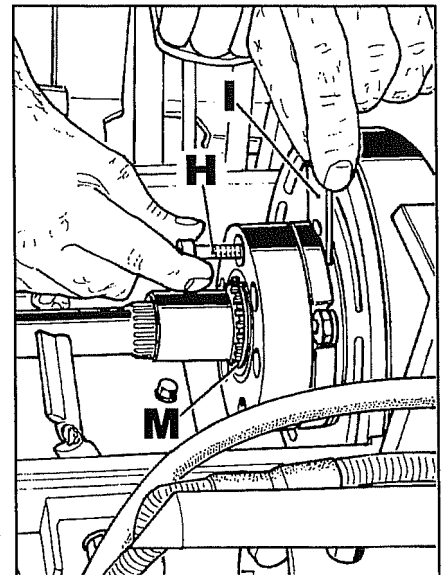
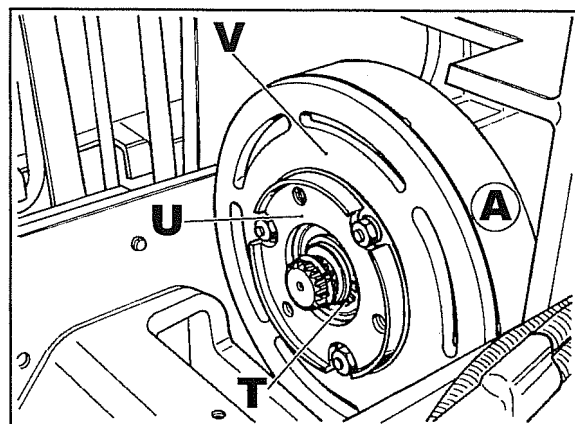
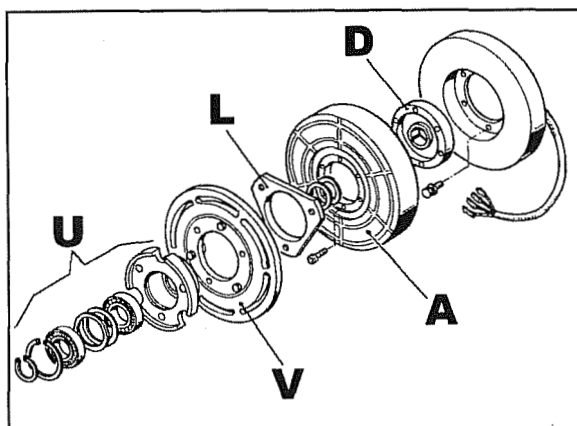

Abb. 9
Abb. 11
Abb. 14
- 6.2 Falls der Verschleiß den Abstand der Scheiben auf wenigstens **1,6 mm** gebracht hat, sind Beilagen zwischenzulegen, indem man die drei Schrauben **H** Abb. 9 lockern und dann eine Schraube nach der anderen herauszieht, wobei die Abstandhalter **I** dazwischen zu legen sind, wie es in der gleichen Abbildung zu sehen ist. Die Abstandhalter **I** haben eine Stärke von 1 mm.
- Hinweis** - Sollte Abrieb vorliegen oder es unmöglich sein, die Beilagen einzustecken, ist die Kupplung auszubauen und der Flansch **L** Abb. 14 zu senken.
8. Die Schrauben **H** Abb. 9 entfernen und dann den Seegerring **M** herausnehmen.
9 Den Seegerring **T** Abb. 11 entfernen und dann die lagertragende Nabe **U** zusammen mit der Scheibe **V** und dem Flansch **L** Abb. 14 abziehen.
11 Die Scheibe **A** Abb. 11 abziehen.
Die Abb. 14 zeigt die Bestandteile der elektromagnetischen Kupplung.
Wenn beim vorherigen Eingriff die Scheiben **V** und **A** Abb. 14 oder der Flansch **D** nach einem etwaigen Bruch des Federkeils ersetzt werden, müssen Beilagen zur Erhöhung der Scheibenstärke verwendet werden, und zwar folgendermaßen:
- Die lagertragende Nabe **U** Abb. 14 mit der Scheibe **V** und dem Flansch **L** zusammenbauen. Etwaige Abstandhalter entfernen, die für vorherige Einstellungen benutzt wurden (I Abb. 9).